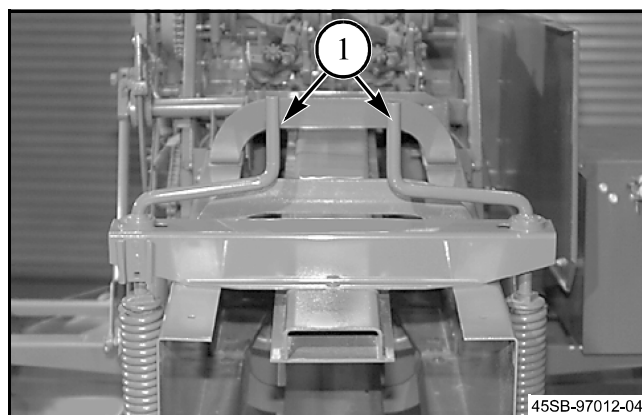

Figure 18
**Figure 18:** La rotation des poignées de commande de densité (1) dans le sens des aiguilles d'une montre augmente la densité et le poids de la balle. La rotation des poignées dans l'autre sens diminue la densité et le poids de la balle. En commençant la mise en balle au moyen d'une chambre de compression vide, faire tourner les poignées de contrôle de densité jusqu'à la disparition de la tension sur les ressorts.